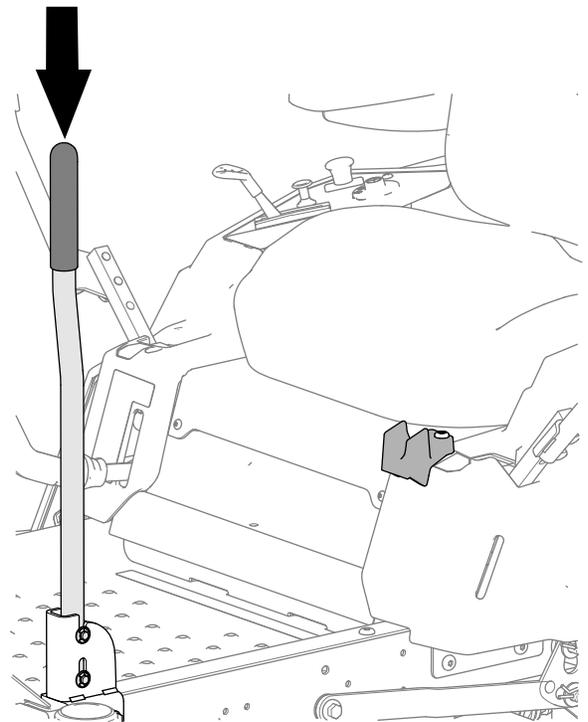

Bild 17
2. Klappen Sie den Stützgriff nach unten, wie in Bild 17 abgebildet.